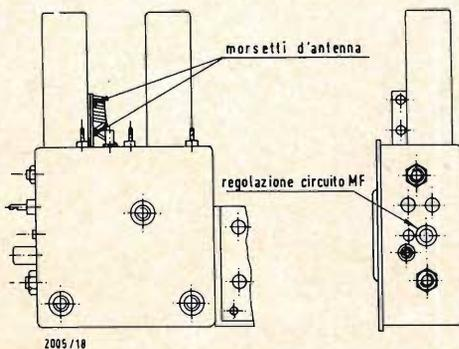

Fig. 16
4) collegare il wobbolatore UHF adattato per 300 Ω ai morsetti di antenna (fig. 16).